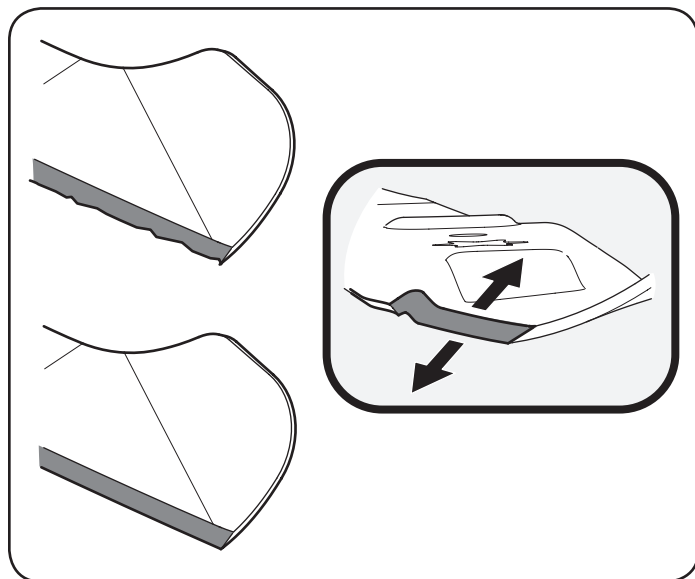

Figura 26
- Para afilar las cuchillas de corte de forma adecuada, extraiga cantidades iguales de metal de ambos extremos de las cuchillas a lo largo de los bordes cortantes, paralelo al borde de caída y a un ángulo de 25° a 30°. Afíle siempre cada borde de las cuchillas de corte de forma pareja para mantener un equilibrio adecuado entre las mismas. Vea la Figura 26.